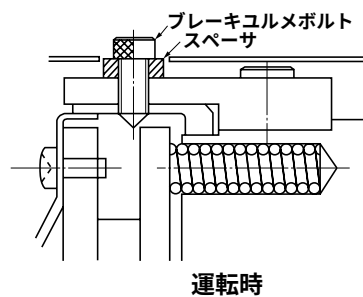

図19
- (2) ブレーキを解放した後、再びもとの状態に復帰させる場合は、安全のため(1)で取りはずしたスペーサを元どおりに取り付けてください。(図19参照)